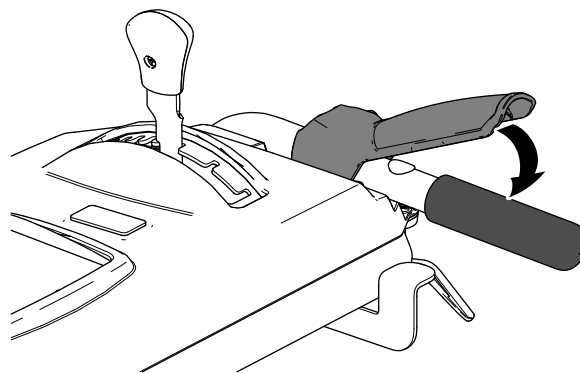

Figura 19
3. Engate a vassoura apertando lentamente a alavanca direita da vassoura para a pega (Figura 19).